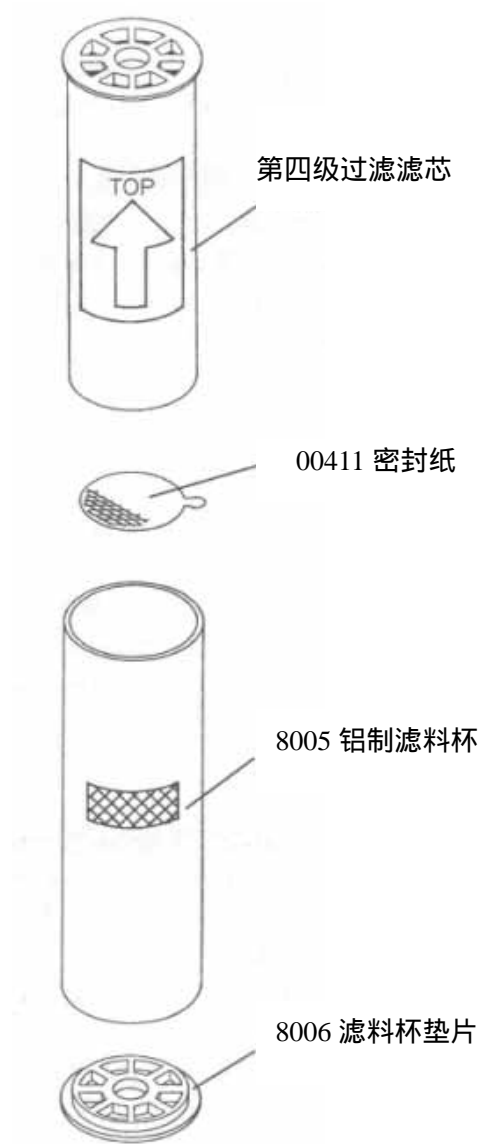

图 6
- l. 把新的滤芯从铝制滤料杯（80005）的底部推入，装好。注意装好后新的第四级滤芯上的气流方向箭头应**向上**（参见图 6）。